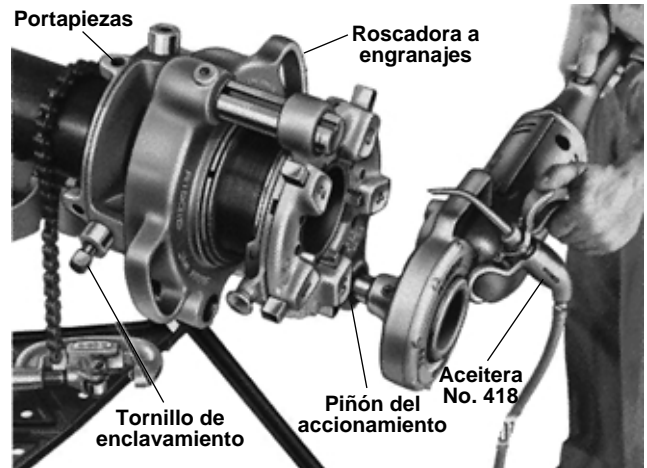

Figura 9 – Roscado con la Roscadora a Engranajes
4. Apriete el portapiezas y el tornillo de fijación firmemente con la llave de tubo (*Figura 9*).
7. ostenga el mango del Accionamiento Motorizado con una mano y deje la otra libre para con ella aplicar aceite de roscar. Mueva el botón del interruptor en la dirección deseada para roscar (*Figura 9*).